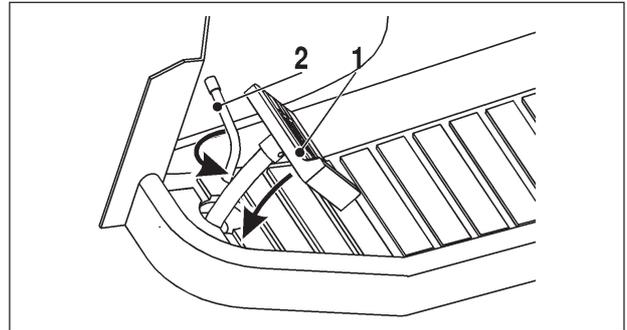

Fig. 14
3. Appuyer sur la pédale de frein et la maintenir entièrement enfoncée (fig. 14, pos. 1).
FREIN (FIG. 14)
Le levier de frein de parking est utilisé pour bloquer la pédale de frein en position frein (fig. 14; pos. 2).
Ne jamais descendre une pente en roue libre. A l'arrêt, enfoncer la pédale de frein et la bloquer (fig. 14, pos. 1,2)